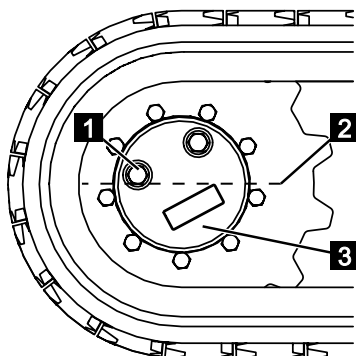

Abb. 150
2. Die Maschine so ausrichten (☞ Kapitel 6.6 „Maschine fahren“, auf Seite 79), dass die Unterkante der Verschraubung (Abb.150/1) auf der Mittelachse (Abb.150/2) der Getriebeeinheit (Abb.150/3) liegt.